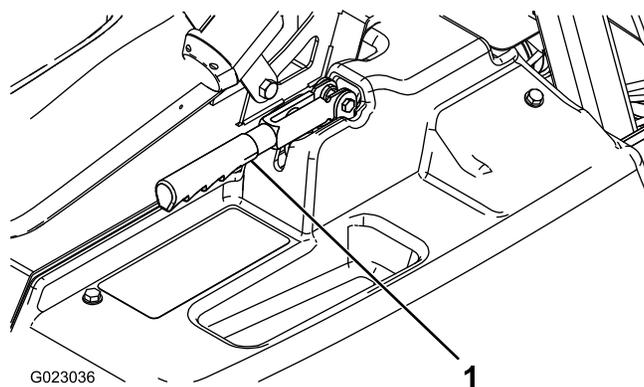

Рисунок 53
2. Ослабьте установочный винт, который крепит ручку к рычагу стояночного тормоза (Рисунок 53).